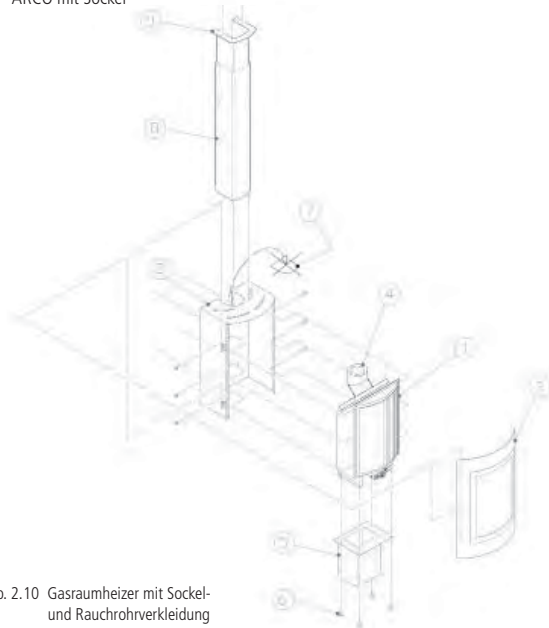

Abb. 2.10 Gasraumheizer mit Sockel- und Rauchrohrverkleidung
- Bei **oberen** Abgasanschluss, ist der Deckenausschnitt (7, siehe Abb. 2.10) der Wandkonsole entfernen.